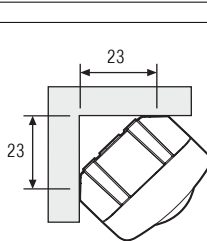
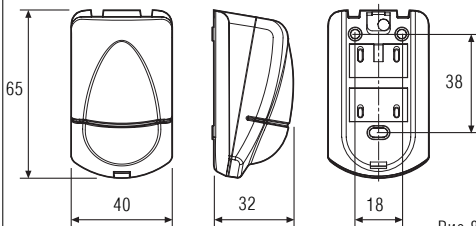

Рис. 3
Рис.8
- выбрать одно из двух положений установки: на стене или в углу (рис.3);
- произвести на стене разметку под крепеж (рис.8 или рис.3);